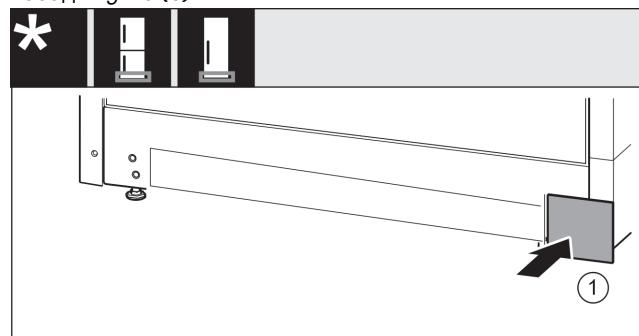

Fig. 17
- Поставете капака отново върху другата страна. Fig. 17 (1)